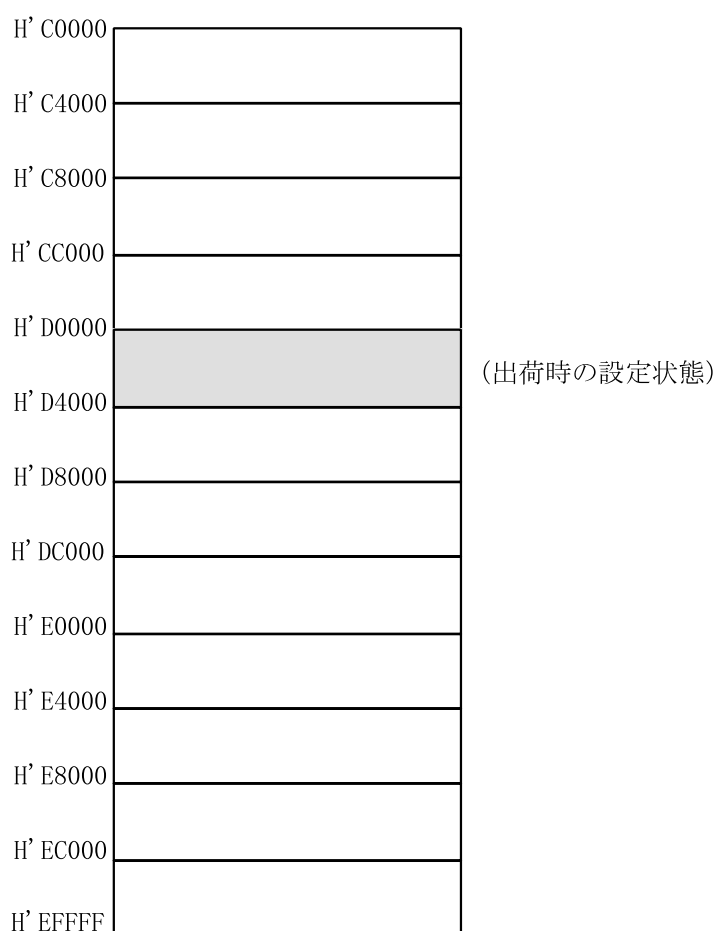

図 3-11 IBM PC インタフェースボードの割り付け可能なメモリ空間
(1) IBM PC インタフェースボードでは、パーソナルコンピュータ上のメモリ空間を 16K バイト使用します。使用するメモリ空間は、IBM PC インタフェースボード上のスイッチで、パーソナルコンピュータ上のメモリ空間に割り付ける必要があります。割り付けは、H'C0000~H'FFFFFF の空間で 16k バイトごとに可能です。(図 3-11)